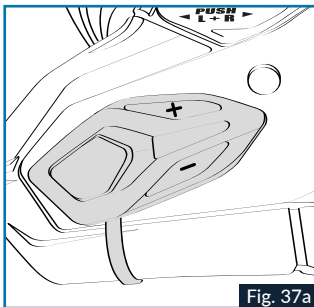
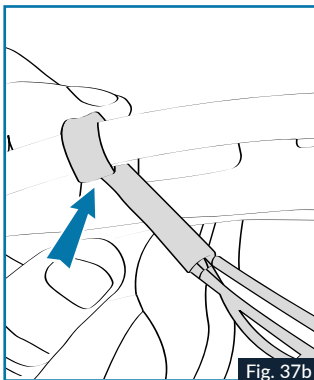

Fig. 37a
Fig. 37b
6. Applicare il gruppo comandi principale nella sede prevista (Fig. 37a) con il biadesivo presente sul gruppo, inserire il cavo piatto tra la calotta e il guanciale in polistirolo a sinistra del rivestimento della clip (pezzo rosso) come indicato nella Fig. 37b.